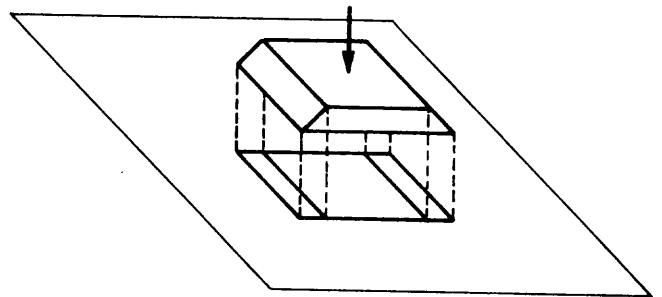

Fig. 1
- a) Los objetos se proyectan sobre el plano perpendicularmente (a escuadra) (fig. 1).